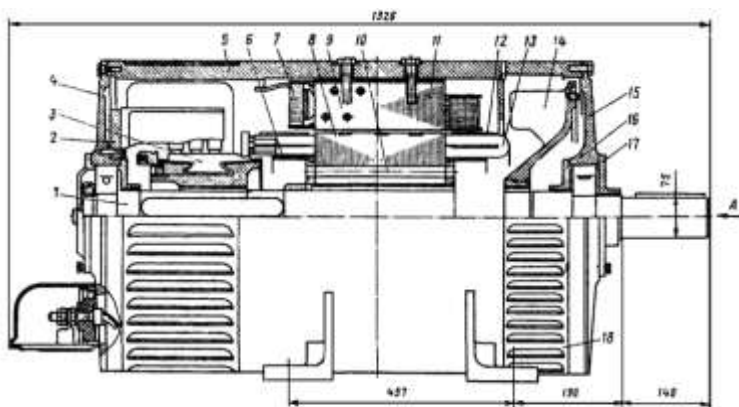

Рис. 5. Общий вид двигателя постоянного тока с высотой оси вращения  $h = 280$  мм.
5. Назовите элемент 7, изображённый на рис. 5.